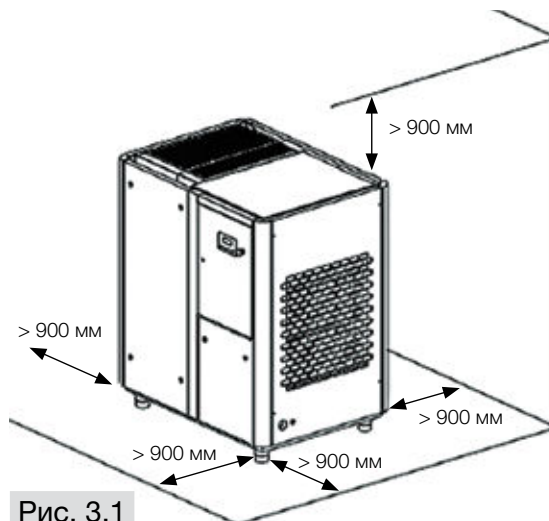

Рис. 3.1
- 4. Необходимо обеспечить расстояние минимум 900 мм вокруг компрессора и над системой вентиляции для проведения технического обслуживания (Рис. 3.1).